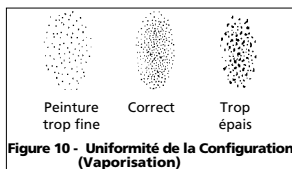

Figure 10 - Uniformité de la Configuration (Vaporisation)
4. Tirer brusquement sur la gâchette en tournant le bouton de réglage de fluide au sens contraire des aiguilles d'une montre. Observer la configuration d'une montre. Observer la configuration d'une montre. Observer la configuration d'une montre jusqu'à ce que vous obtenez la configuration (vaporisation) désirée (Voir Figure 10).
dissiper la pression, ensuite augmenter la pression lentement afin d'obtenir la consistance de configuration correcte (Voir Figure 10).